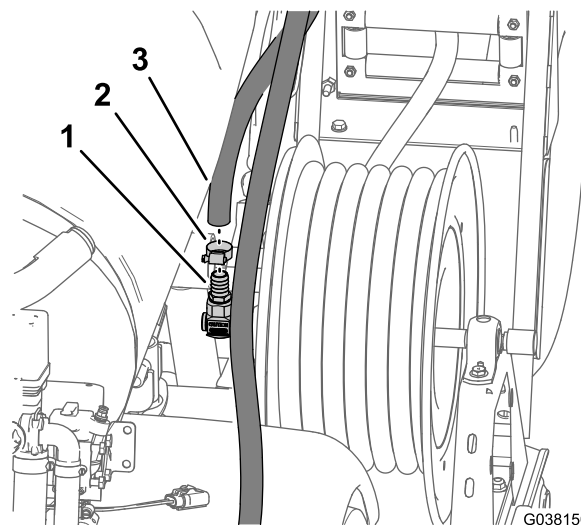

Figura 12
1. Rimuovete la fascetta stringitubo che fissa il flessibile di alimentazione al raccordo dentellato nella parte girevole di ingresso del cilindro (Figura 12).
2. Rimuovete il flessibile di alimentazione dal raccordo dentellato (Figura 12).